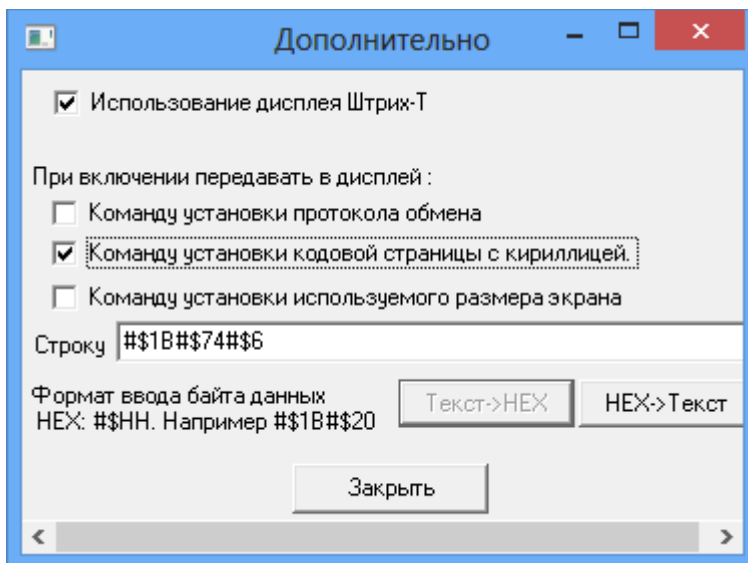

Рис. 20
- Нажмите кнопку «Дополнительно» и в открывшемся окне задайте параметры как на рис.20. (для отображения на дисплее текста на русском языке) и нажмите «Заккрыть»